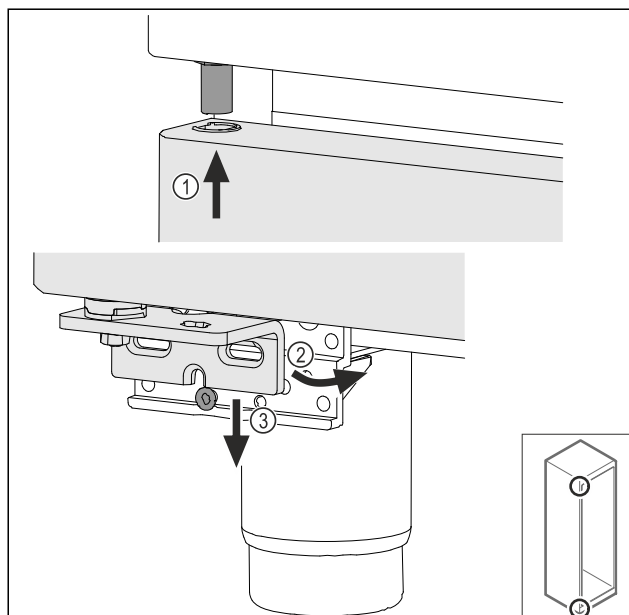

Fig. 34
- Enfiler la porte légèrement inclinée en haut Fig. 34 (1), redresser la porte Fig. 34 (2) et la poser en bas sur la vis du support de palier Fig. 34 (3).